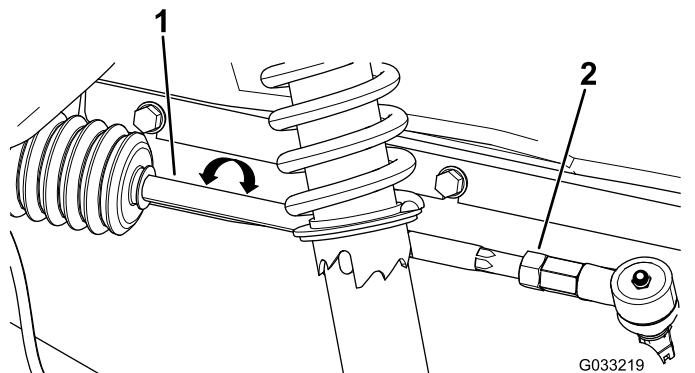

Рисунок 58
- Если измеренное значение выходит за пределы 0–6 мм, ослабьте контргайки с обоих концов тяг (Рисунок 58).